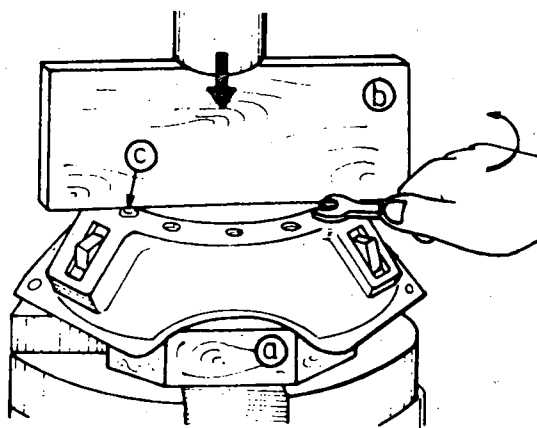

Fig. 1
1º passo - *Retire o suporte do platô da embreagem (fig. 1).*
- a Instale a embreagem em uma prensa hidráulica (fig. 1).